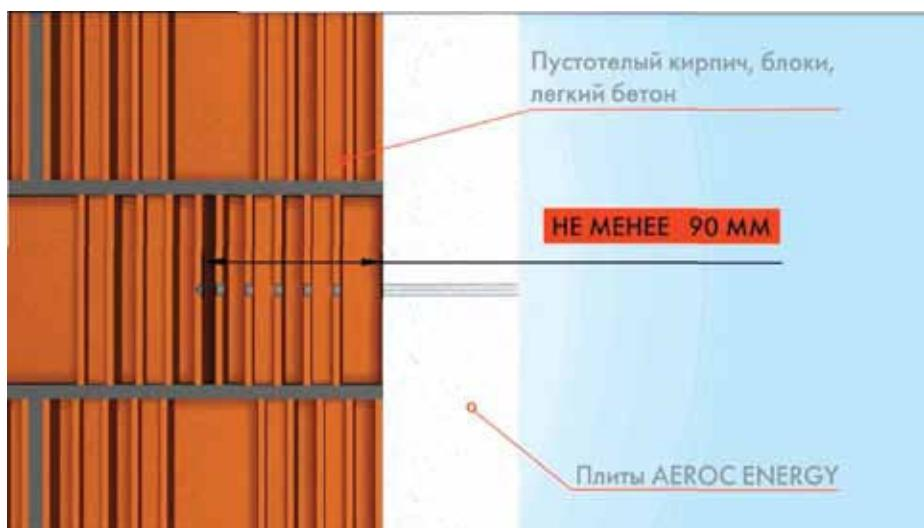

Рис. 7.12 Глубина анкеровки для пустотелого кирпича, керамоблоков, блоков из легкого бетона.
- не менее 90 мм – для пустотелого кирпича, керамоблоков, блоков из легкого бетона; (рис. 7.12)